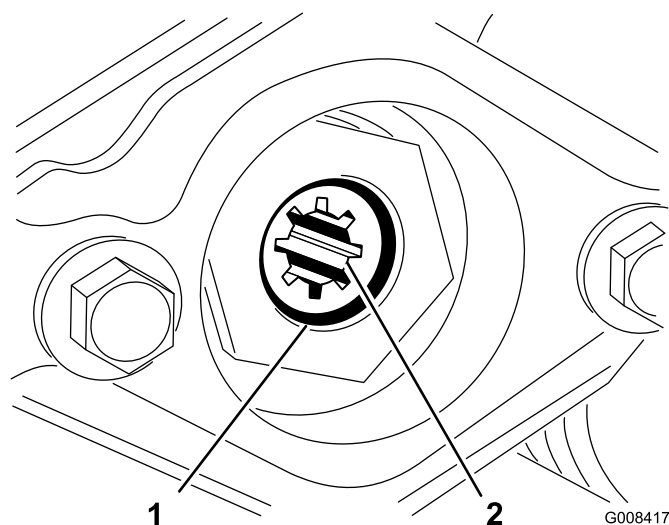

Figura 9
3. Vite a testa esagonale (2)
4. Togliete l'anello a scatto che fissa l'accoppiamento della trasmissione nel tubo del cilindro (Figura 9). Rimuovete l'accoppiamento della trasmissione.
5. Applicare del grasso sulla sezione interna dell'accoppiamento della trasmissione. Installate l'accoppiamento della trasmissione sull'estremità sinistra del tubo del cilindro dell'apparato di taglio, con un anello a scatto (Figura 9).